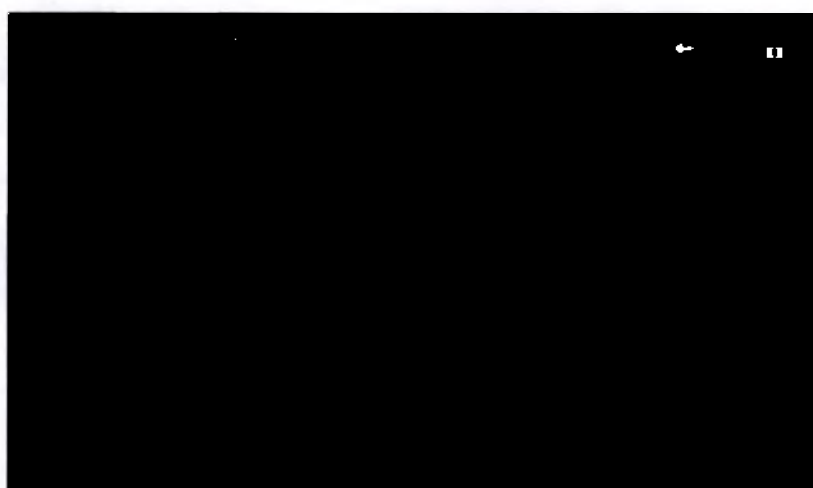

Рис.14.2 – Список доступных пользователей
14.2. Передвиньте ползунок для активации пользовательского режима, и в основном меню программы появится список доступных пользователей Прибора, как показано на рис.14.2.